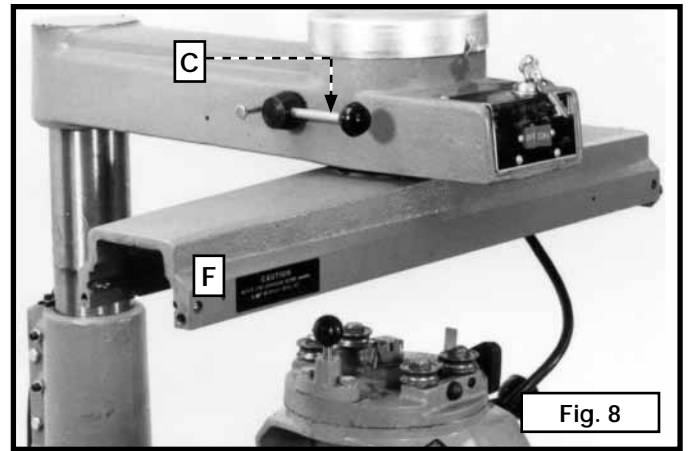

Fig. 8
5. Faire pivoter le bras sur rail (F) sur 90° (fig. 8). Maintenir la position en ramenant le levier de fixation du bras sur rail (C) fig. 8, vers l'avant.